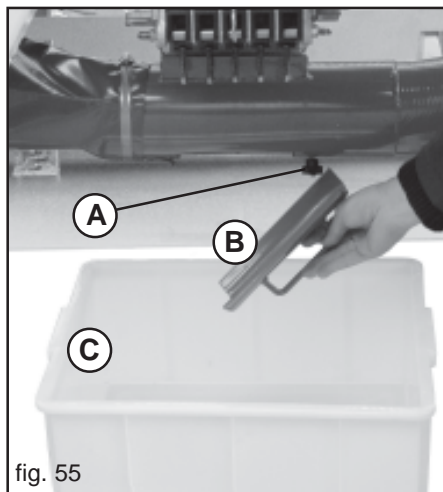
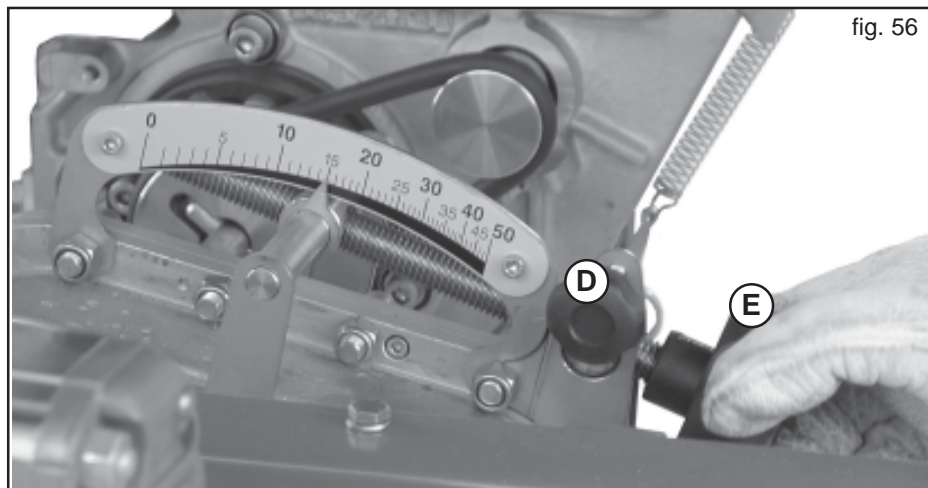

fig. 55
fig. 56
- 2) Desserrer la pommette (A, Fig. 55) et enlever le rideau (B).
- 3) Positionner le bac de semis sous le déchargement (C).
- 4) Desserrer la vis de fixation placée sur le régleur de la boîte de vitesse (D, Fig. 56) puis agir sur la poignée de réglage (E, Fig. 56) pour placer l'indicateur gradué dans la position souhaitée (en fonction de la quantité de produit à distribuer).
- 8) Lorsque l'essai de dosage est effectué avec succès, fixer à nouveau la vis de fixation du régleur de la boîte de vitesse (D, Fig. 56).